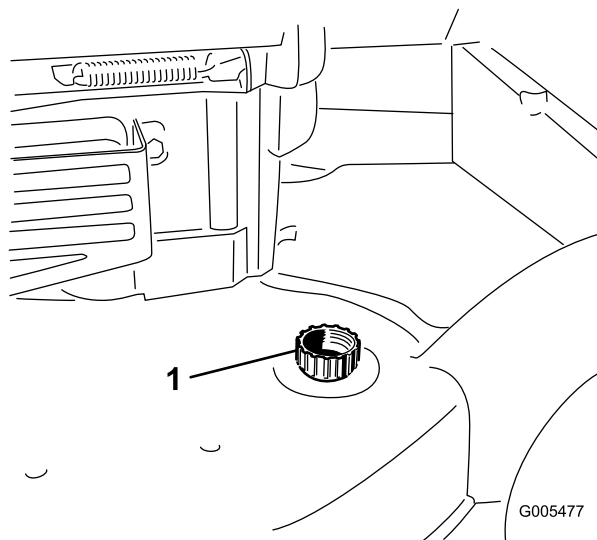

Figure 45
3. Branchez un tuyau d'arrosage, relié à une arrivée d'eau, au raccord de lavage (Figure 45).